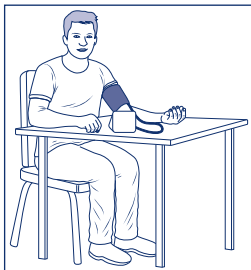

Figura 3
- Verificare che durante la chiusura la parte metallica del bracciale si trovi all'interno della marcatura per la circonferenza del braccio (OK) che si trova sul bordo del bracciale (Figura 3).